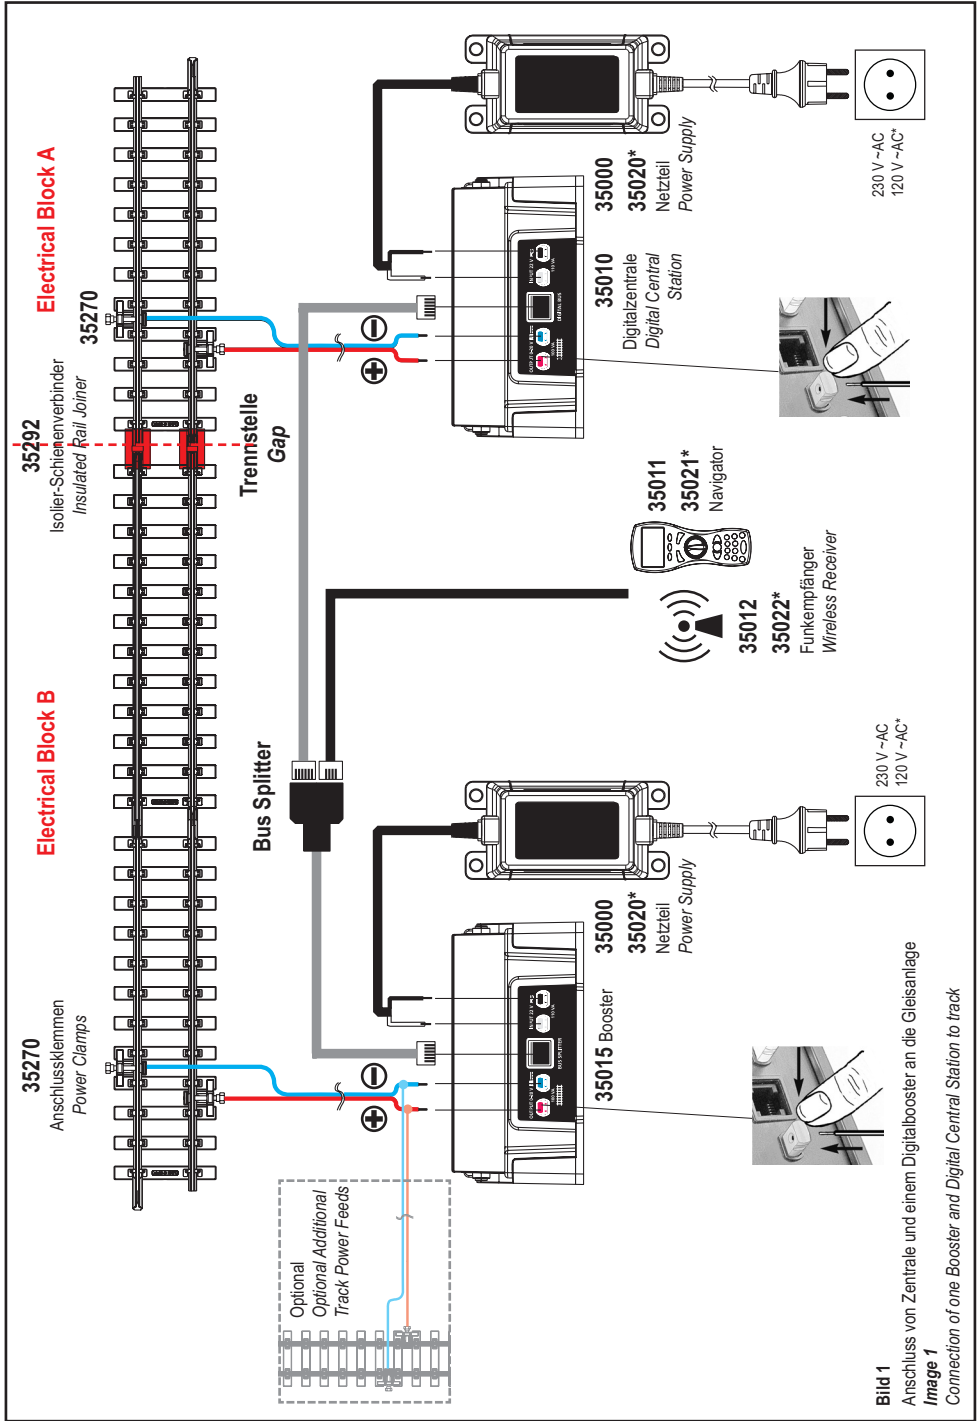

Bild 1
Schließen Sie den Booster sorgfältig nach den Anschlussplänen dieser Anleitung an (Abb. 1 und 2).
2. Über den beiliegenden Bus Splitter (Verteiler für das Datenkabel) werden die PIKO Digitalzentrale (35010) und der PIKO Navigator (35011) mittels eines schwarzen Kabels angeschlossen. Mehrere Booster werden einfach über graue Kabel und Bus Splitter miteinander verbunden (Siehe Abb. 1 und 2).
Bei Gartenbahnanlagen mit längeren Gleisabschnitten kann es von Vorteil sein, in größerer Entfernung einen weiteren Gleisanschluss parallel zu installieren (siehe Abb. 1, optional). So garantieren Sie eine gute Stromversorgung und Datenübertragung. Verwenden Sie für die Kabelverlängerung hochwertiges Kabel mit einem Leiterquerschnitt von mindestens 0,75 mm².